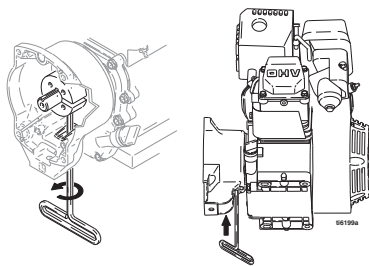

FIG. 8
3. FIG. 8. Coucher le moteur de manière à ce que le réservoir d'essence soit en bas et le filtre à air en haut.